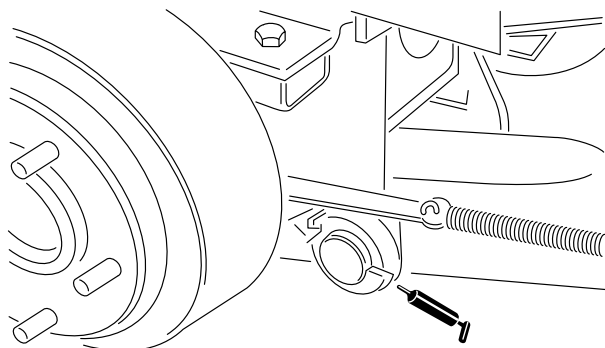

Bild 16
- Lagerbolzen am rechten und linken Hubarm (Bild 16)